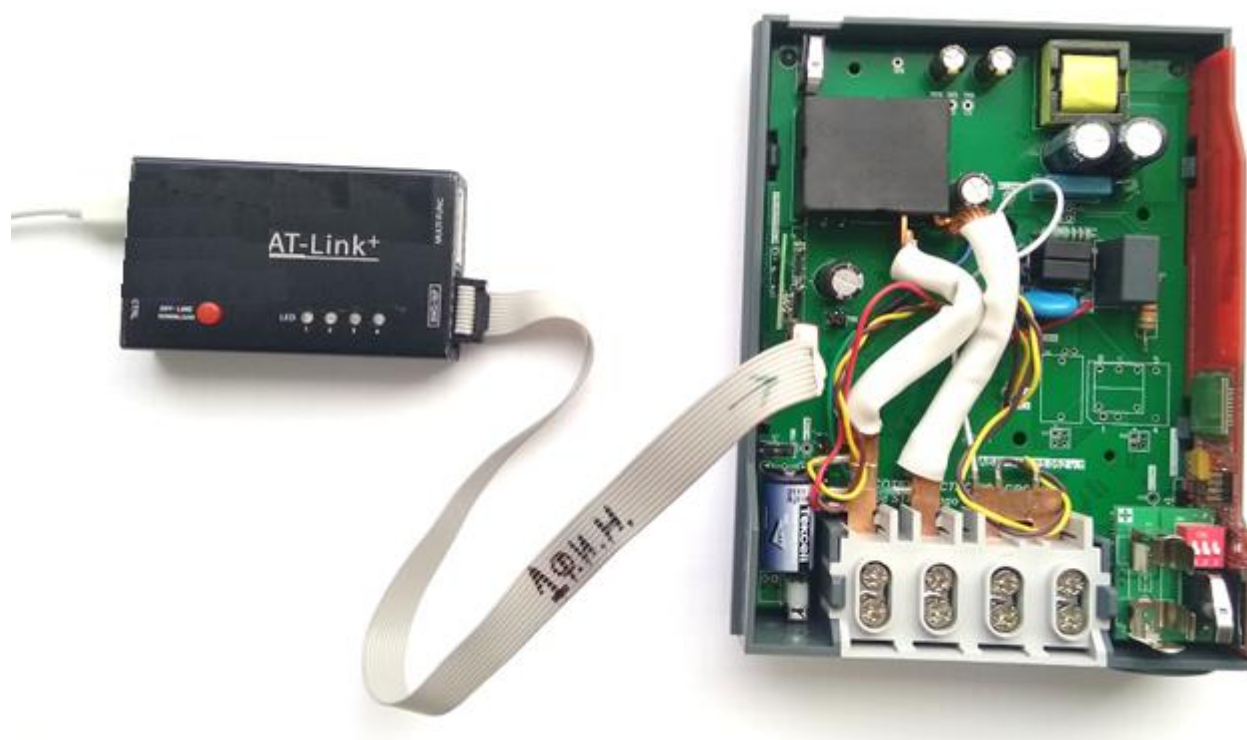

Рисунок 2.5 – Подключение кабеля для программирования
2.3.2 Подключить разъем BLD-10 кабеля для программирования к разъему X10 счетчика согласно его маркировке (контакт 1 – к контакту 1, рисунок 2.5). Контакт 1 на плате обозначен треугольником. Процесс программирования начнется автоматически. В процессе программирования индикатор LED 1 на программаторе мигает красным/зеленым.